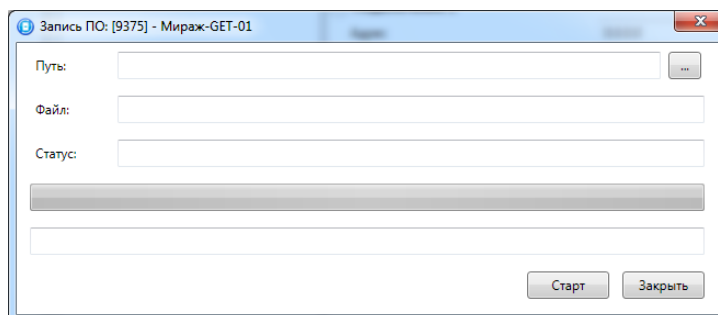

Рис. 9.2. Окно *Запись ПО*
4. В открывшемся окне *Запись ПО* (рис. 9.2) укажите путь к файлу встроенного ПО на вашем ПК (файл имеет расширение .sbin) и нажмите кнопку *Старт*.